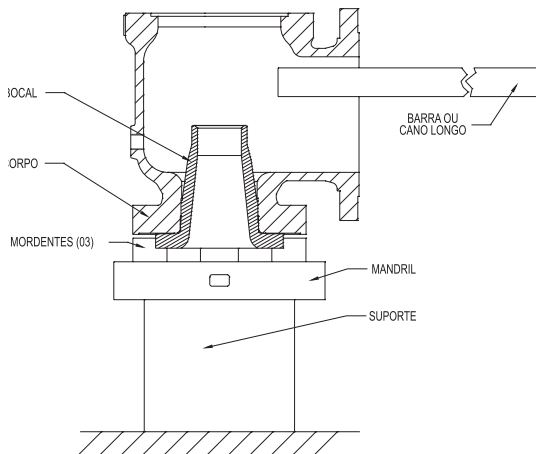

Figura 08
por medio de rosca derecha. Utilizando un mandril de 3 o 4 mordientes, sujete la tobera en el mandril y suéltelo del Cuerpo utilizando una barra el caño (Figura 08) y girando el Cuerpo en el sentido contrario a las agujas del reloj. Tenga cuidado al utilizar la barra o el tubo en la conexión de salida de la válvula para asegurarse de que la tobera no sea dañina la operación. En los casos en que la tobera está engrasada en el Cuerpo, su remoción puede ser facilitada, calentando el Cuerpo externamente en el área de las roscas, mientras que un agente enfriador se aplica en el interior de la tobera.
- 8.5.1** Instale la tobera (06) en el Cuerpo (01). El apriete final debe ser hecho en el mismo dispositivo utilizado para la remoción (ver Figura 08, pág. 20) y girando el Cuerpo en el sentido horario. Tenga cuidado al utilizar la barra o el tubo en la conexión de salida de la válvula para asegurarse de que la tobera no se dañe durante la operación.